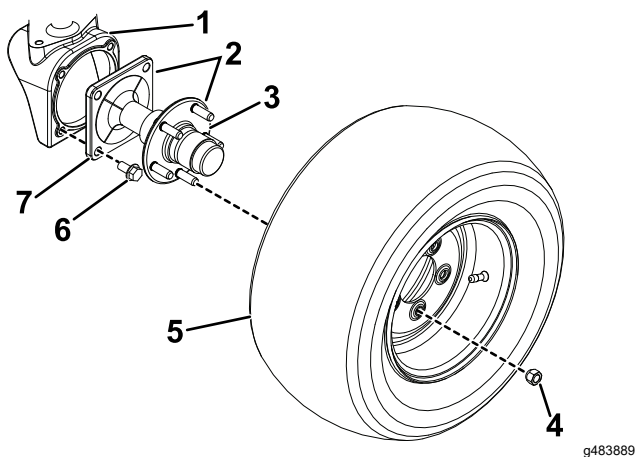

Figura 1
2. Rimuovete i 5 dadi ad alette che fissano lo pneumatico posteriore al mozzo dei fuselli delle ruote (Figura 1). Rimuovete gli pneumatici.
3. Rimuovete i gruppi dei mozzi dei fuselli dalle sedi del motore ruota rimuovendo i 4 bulloni flangiati che li fissano in posizione (Figura 1).